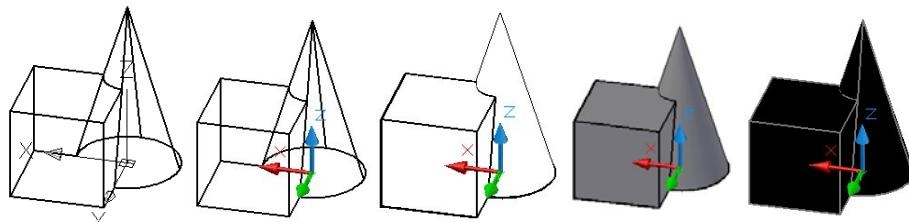

Figura 1.1.86a Figura 1.1.86b Figura 1.1.86c Figura 1.1.86d Figura 1.1.86e
- **2D Wireframe** – afișează obiectele prin linii și curbe ale muchiilor caracteristice ale modelelor 3D, figura 1.1.86a;